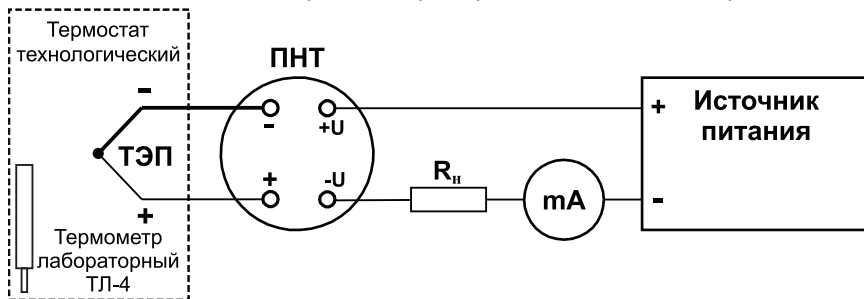

Рис. 1.2
1.6.4.3 Подключить поверяемый преобразователь согласно рис. 1.2.